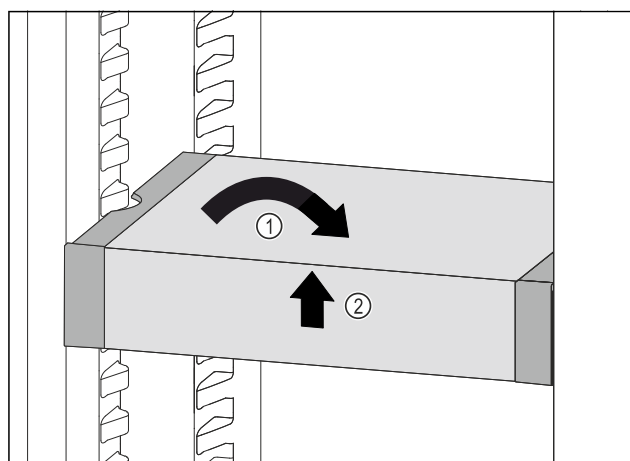

Fig. 133
- Remettre le VarioSafe droit. Fig. 133 (1)
- Soulever la partie avant du VarioSafe. Fig. 133 (2)